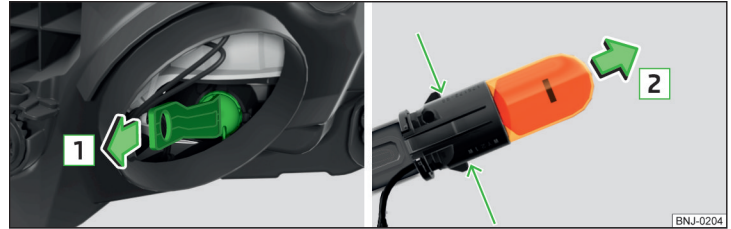

Abb. 203 Glühlampe für Blinklicht wechseln
- › Den Sockel mit der Glühlampe mit Wackelbewegungen in Pfeilrichtung **1** » Abb. 203 herausziehen.